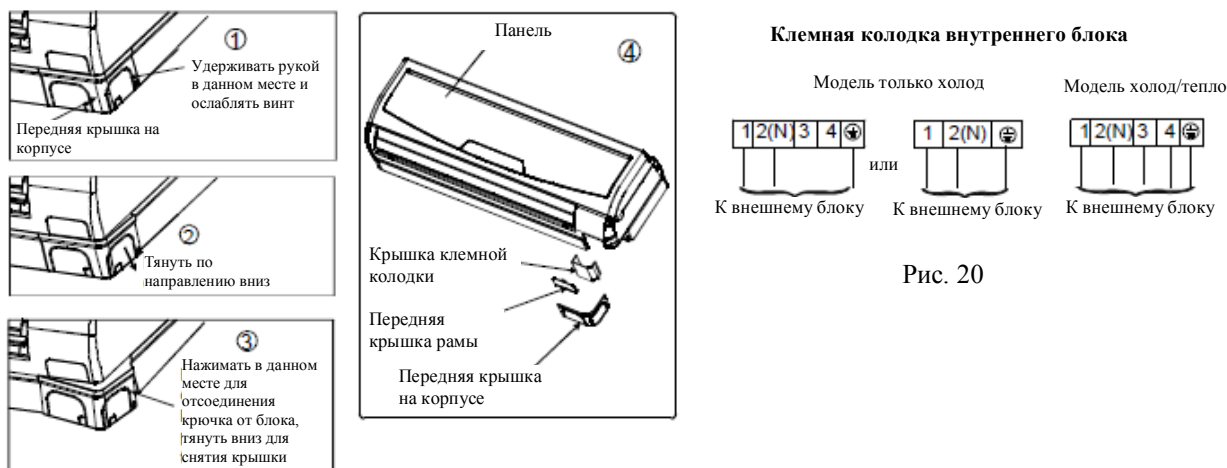

Рис. 20
2. Снимите переднюю крышку на корпусе и переднюю крышку рамки, как показано на Рис. 20. Затем снимите крышку контактной колодки, ослабив затяжку винта.